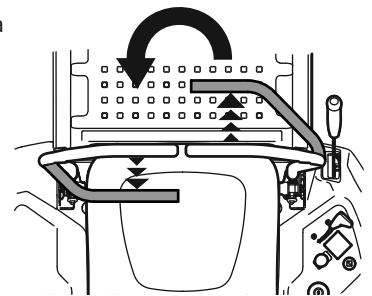

Figura 32
3. Para girar en sentido contrario a las agujas del reloj, mueva la palanca de control de la transmisión derecha hacia adelante mientras mueve simultáneamente la palanca de control de la transmisión izquierda hacia atrás. Consulte la Figura 32.